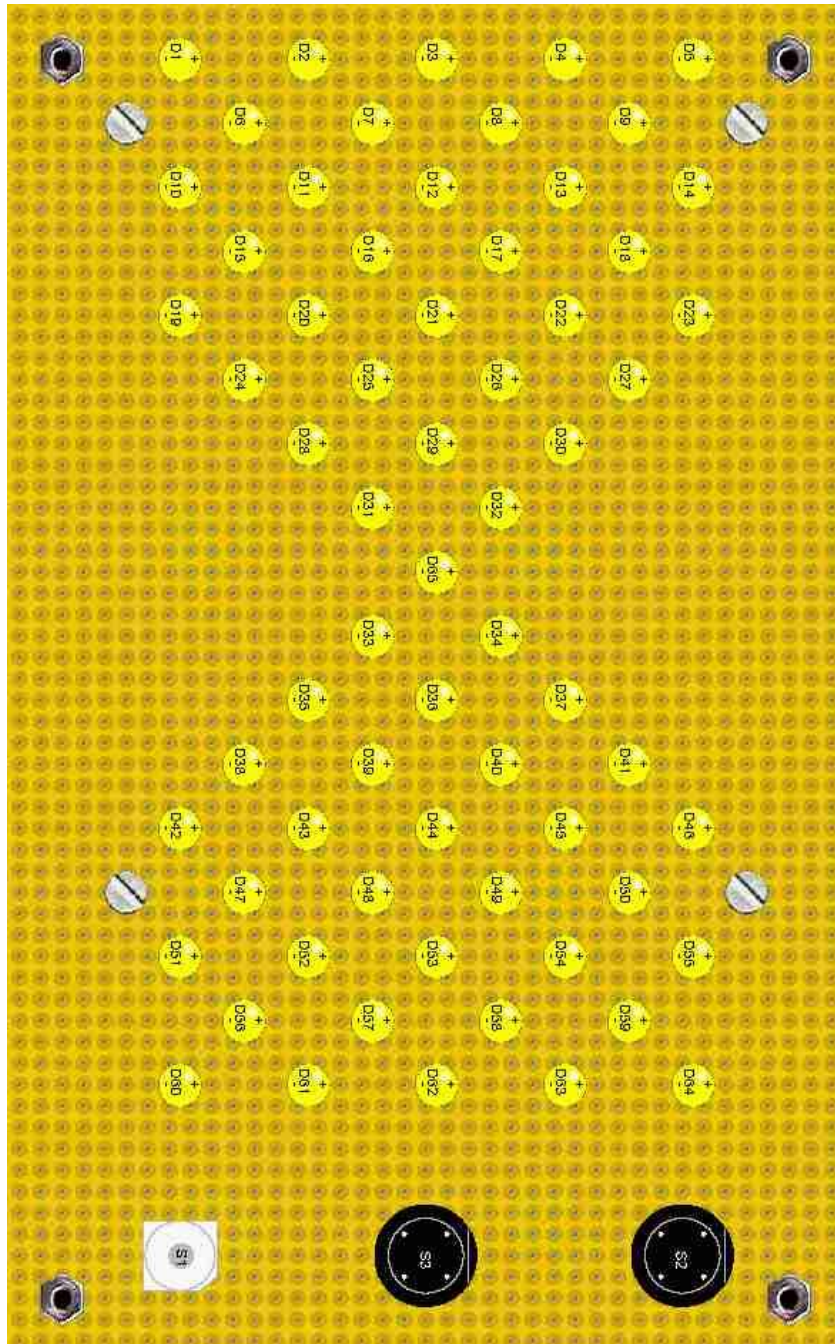

Bild 7: Anzeige- und Bedienplatine (Bauteilseite)
Die Bauelemente entsprechend Bild 7, der folgenden Reihenfolge, der Stückliste (Anhang D), und den Schaltplänen (Anhang A) bestücken wobei zunächst nur die Bauteile angelötet werden. Diese jedoch noch nicht verdrahten. Das Verdrahten erfolgt erst wenn alle Bauteile angelötet sind. Die nach dem anlöten überstehenden Anschlüsse mit einem kleinen Seitenschneider entfernen.
Frontplatte (große Acrylglas-Scheibe) nach Bild 7 und folgender Anleitung vorbereiten:
- Bohrungen entsprechend Bild 7 anzeichnen und bohren